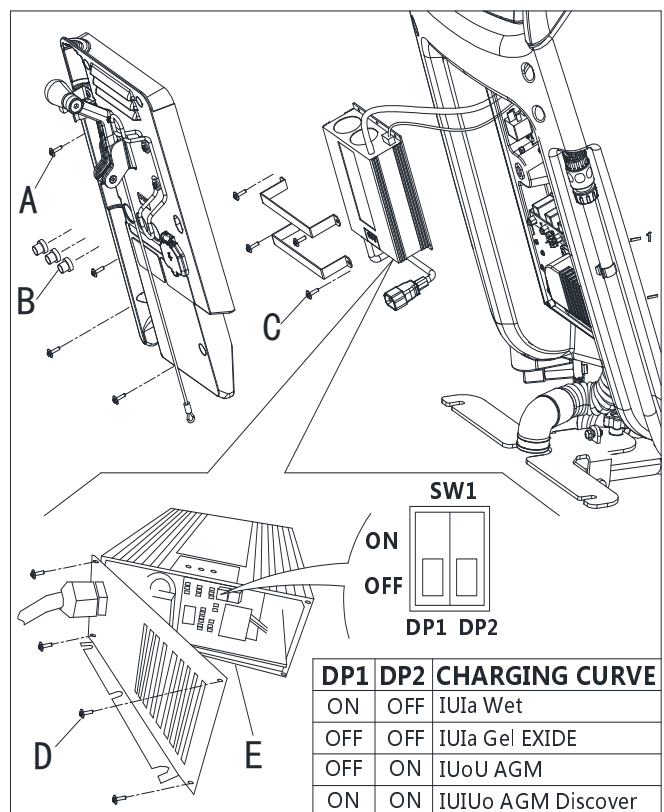

Abbildung 4.1
7. Entfernen Sie die Schrauben (A, B, C, D, Abbildung 4.1).
8. Öffnen Sie das Ladegerät und finden Sie das sw1 (E, Abbildung 4.1).
9. Stellen Sie die Schalter wie die Tabelle in (Abbildung 4.1) ein.
10. Setzen Sie die Schrauben (A, B, C, D, Abbildung 4.1) nach dem Einstellen ein.